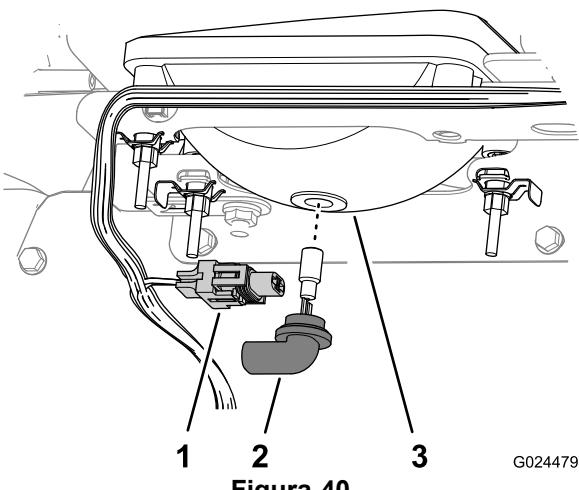

Figura 40
3. Desconecte el conector eléctrico del arnés de cables del conector de la lámpara, en la parte trasera de la carcasa del faro (Figura 40).
4. Retire el conjunto de la lámpara girándola 1/4 de vuelta en sentido antihorario y desplazándola hacia atrás (Figura 40).
5. Instale el conjunto de lámpara nueva y la carcasa del faro y alinee las pestanas del conjunto de la lámpara con las ranuras de la carcasa del faro (Figura 40).
6. Sujete el conjunto de la lámpara girándola 1/4 de vuelta en sentido antihorario (Figura 40).
7. Conecte el conector eléctrico del arnés de cables al conector del conjunto de la lámpara nueva (Figura 40).